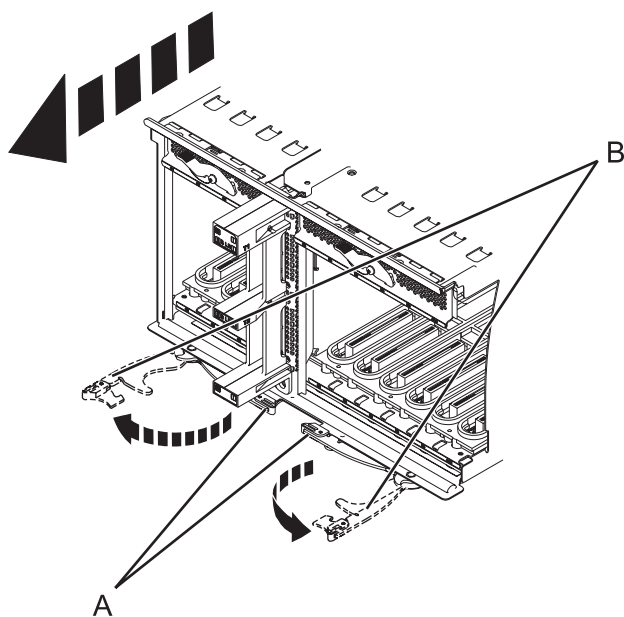

Figura 88. Extracció de la placa del sistema d'E/S
12. Premeu els pestells d'alliberament (A) i estireu de les palanques (B) per treure-les del sistema, com es mostra a la Figura 88.